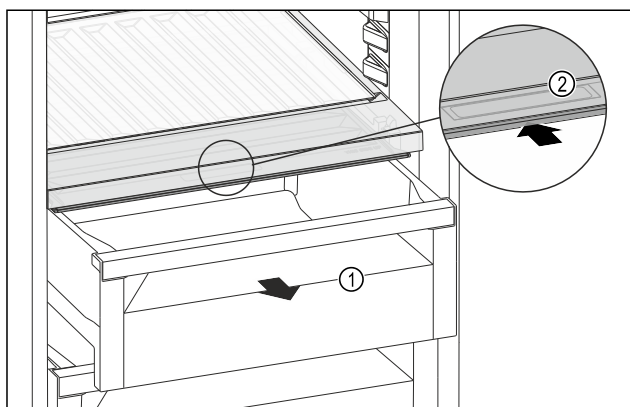

Fig. 229
- Estrarre il cassetto Fig. 229 (1).